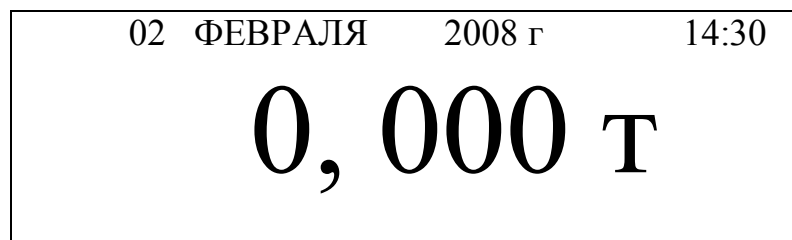

Рисунок 5.
- б) после стабилизации показаний индикатора нажмите кнопку «Save», при этом показания индикатора обнулятся (рисунок 5). Терминал автоматически перейдет в режим индикации измеряемой массы.